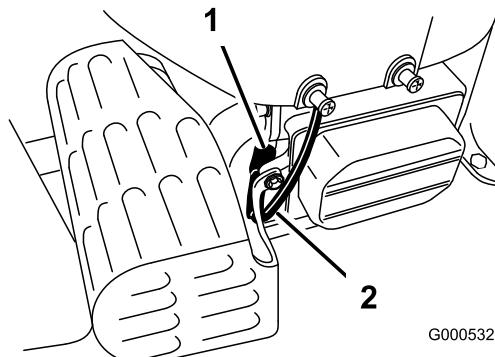

Figura 28
- Staccate il cappellotto della candela (Figura 28). Pulite intorno alla candela per evitare che la morchia penetri nel motore e lo danneggi.
- Collegate il cappellotto alla candela (Figura 28).